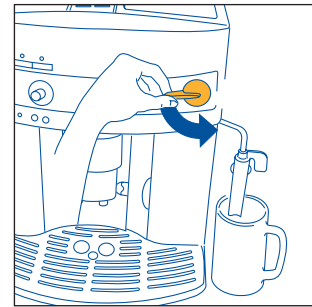
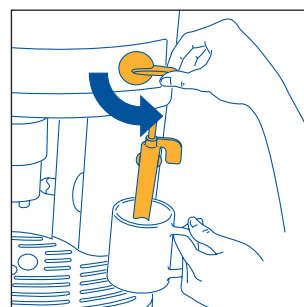
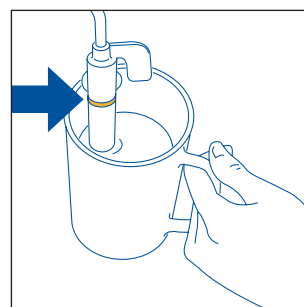

Fig.5
Fig.23
Fig.24
3. Vrid **OMEDELBART EFTER IGÅNGSÄTTNINGEN, INOM 30 SEKUNDER**, ångreglaget motsols så långt det går (fig. 5). Lite buller från maskinen är helt normalt.
- Vrid ångreglaget ett halvt varv motsols (fig. 5): vattnet rinner ut ur cappuccinoröret och ner i behållaren.
- **Sänk omedelbart, inom två minuter, ner cappuccinoröret i behållaren med mjölk (fig. 23), annars återgår maskinen automatiskt till kaffefunktionen. Se till att inte doppa ner cappuccinoröret längre än till markeringen (vid pilen i fig. 24). Vrid ångreglaget ett halvt varv motsols (fig. 5): Akta så att du inte bränner dig. Ur cappuccinoröret kommer det ånga som ger mjölken ett krämigt utseende och ökar dess volym. Doppa ner cappuccinoröret i mjölken och låt behållaren rotera med långsamma rörelser nedifrån och upp för att få ett fylligare skum. (Mata inte ut ånga under längre tid än 2 minuter).**
- Släpp ut lite vatten eller ånga under några sekunder genom att vrida ångreglaget motsols så långt det går (fig. 5). Detta medför att eventuell mjölk som finns kvar i ångröret töms ut. OBS: Av hygieniska skäl bör du alltid göra detta för att förhindra att det står kvar mjölk i cappuccinörret.